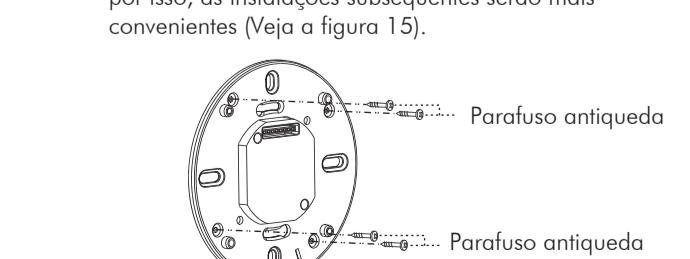

Figura 15
3.4.3.4 Insira 4 parafusos antieara nos orifícios correspondentes da placa de fixação do detector. Os parafusos não vão cair e, por isso, as instalações subsequentes serão mais convenientes (veja a figura 15).